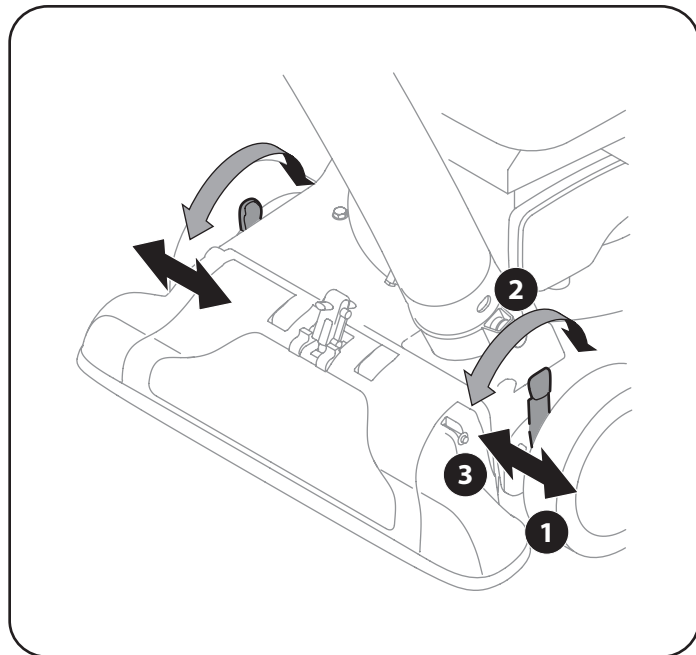

Figura 8
1. Oprima la palanca de ajuste de la altura del pico hacia la rueda. Vea la Figura 8.